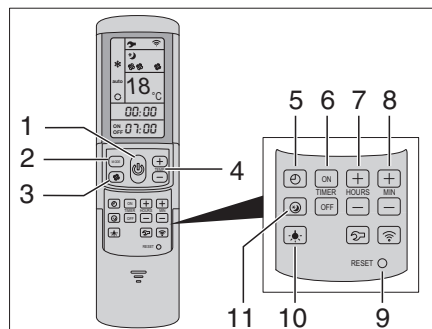

Fig. 306 Télécommande
La climatisation est montée sur le toit du véhicule. La télécommande (Fig. 306) pour la climatisation se trouve dans le coin cuisine.
- Pour la mise en service, appuyer sur la touche (Fig. 306,1) de la télécommande.
- Régler le mode de fonctionnement désiré avec la touche MODE (Fig. 306,2).
- Si nécessaire, régler l'étage de ventilateur désiré avec la touche (Fig. 306,3) et la température ambiante avec les touches (Fig. 306,4).
- Pour la mise hors service, appuyer à nouveau sur la touche (Fig. 306,1) de la télécommande.
- Pour la programmation, enclencher la climatisation avec la touche (Fig. 306,1) sur la télécommande.
- Régler le mode de fonctionnement désiré avec la touche (Fig. 306,2) et la température ambiante avec les touches (Fig. 306,4).
- Sélectionner la fonction désirée avec les touches (Fig. 306,6) :
- Avec les touches (Fig. 306,7 et 8), sélectionner la durée de commutation désirée (15 minutes à 24 heures).
- Confirmer le réglage avec les touches "ON" ou "OFF" (Fig. 306,6).